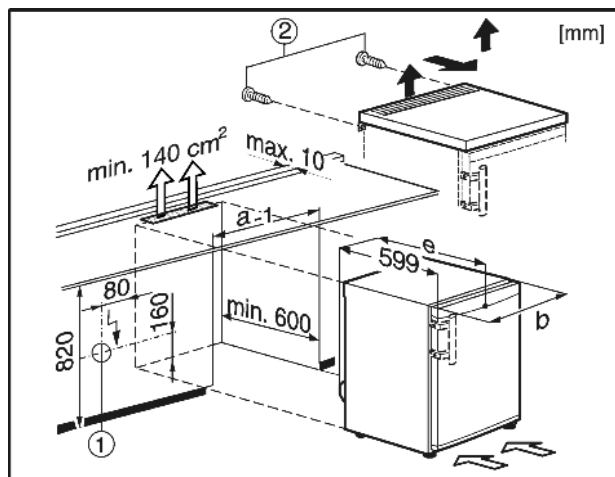

Fig. 9
La presa Fig. 9 (1) non deve trovarsi nella parte posteriore dell'apparecchio e deve essere facilmente accessibile.
- Rimuovere le viti Fig. 9 (2) sulla parte posteriore.